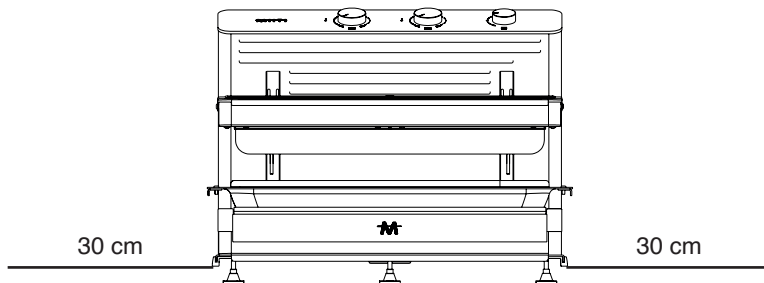

Figura 1
- Al menos 30 cm en el modelo MiiTi 06, (Figura 1)